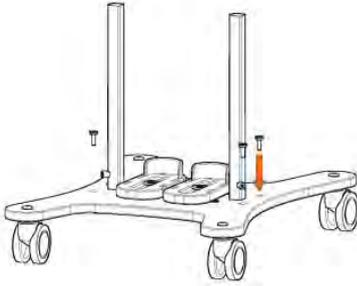

FIG. 4
PASO 4: Fije los postes a la base utilizando los tornillos y arandelas suministrados - fig. 4.